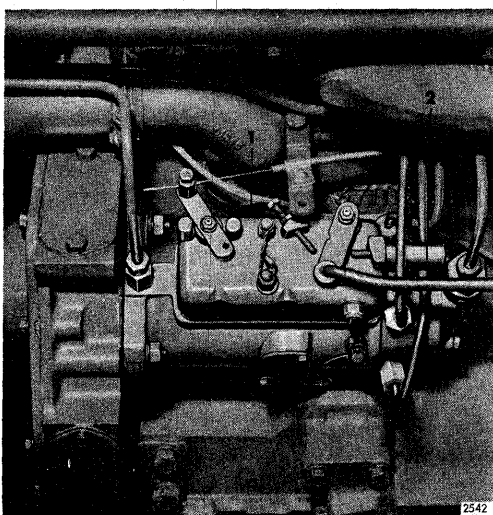

Fig. 32.
2. Juster tomgangshastigheden til 475-525 omdr./min., svarende til 169-187 omdr./min. på kraftudtaget, ved hjælp af skruen (1) fig. 32.
3. Juster ved hjælp af skruen (2) højeste hastighed, ubelastet, til 2140-2200 omdr./min., svarende til 761-785 omdr./min. på kraftudtaget.